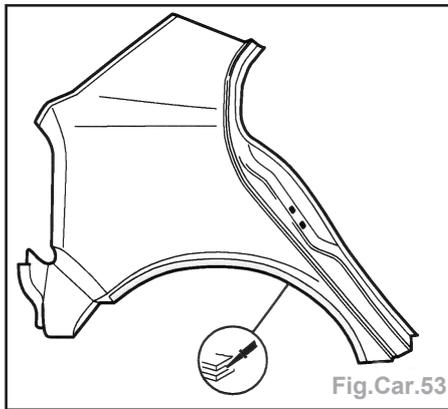

Fig.Car.53
- Appliquer de la colle au niveau de la bordure ; 2 cordons de \varnothing 4 mm (couper le bec en conséquence) (Fig.Car.53).